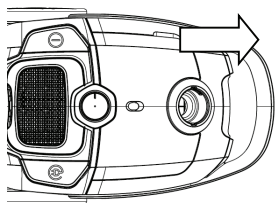

Fig. 6
Transportați aspiratorul ținându-l numai de mâner (1) atunci când vă deplasați (Fig 6).